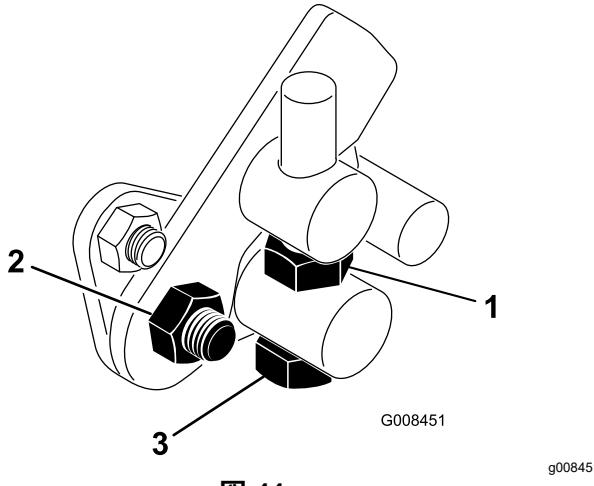

図 44
1. トラニオンボルトのジャムナットをゆるめる図 44。
4. トラニオンボルトのジャムナット、およびペダルピボットのナットを締め付けて調整を固定する図 44。調整を確認し、必要に応じて再調整する。
1. ラジエターのスクリーンを外す図 44。